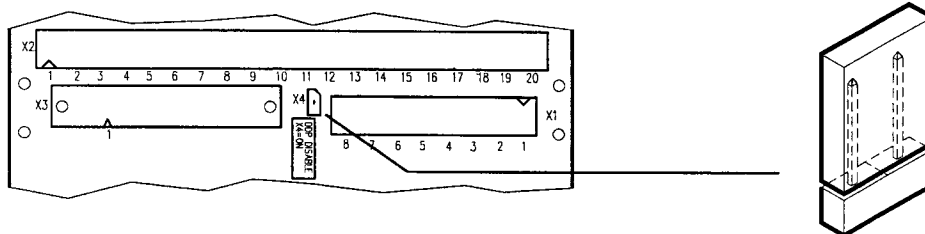

Рисунок 1
- установить тумблер соединителя X4 в положение ON /включено/ прежде, чем от системы будут отделены контрольный узел или все выпрямители /см. рисунок 1/